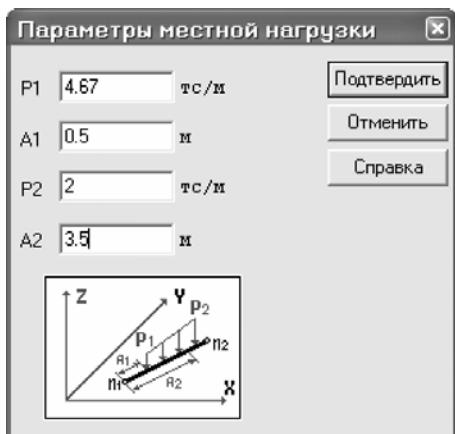

Рис.1.13. Диалоговое окно
- В этом окне задайте параметры: **P1 = 4.67 тс/м**, **A1 = 0.5 м**, **P2 = 2.0 тс/м**, **A2 = 3.5 м** (рис.1.13).